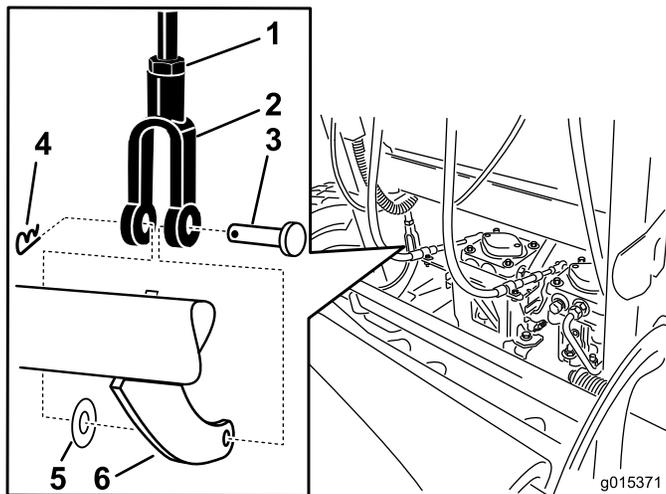

Bild 63
5. Entfernen Sie zum Einstellen der Bremse den Splint und den Lastösenbolzen vom unteren Bremshebel und dem Joch (Bild 63).
6. Lösen Sie dann die Klemmmutter (Bild 63).
7. Drehen Sie das Joch. Drehen Sie das Joch nach oben, um den Bremswiderstand zu erhöhen. Drehen Sie das Joch nach unten, um den Bremswiderstand zu verringern (Bild 63).
8. Befestigen Sie das Joch mit dem Splint und dem Lastösenbolzen am unteren Bremshebel (Bild 63).
9. Ziehen Sie dann die Klemmmutter fest (Bild 63).